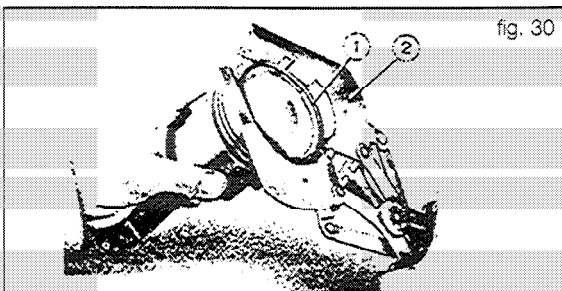

fig. 30
• Sacar los segmentos con unos alicates de segmentos (fig. 30).